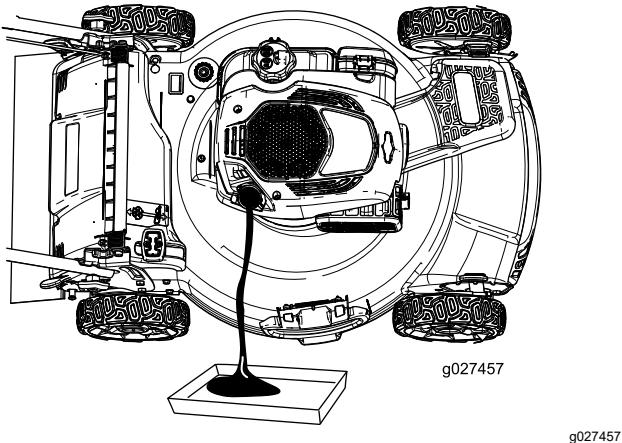

Figura 26
- Inclinate la macchina sul fianco (di modo che il filtro dell'aria si trovi in alto) per scaricare l'olio usato attraverso il tubo di riempimento (Figura 26).